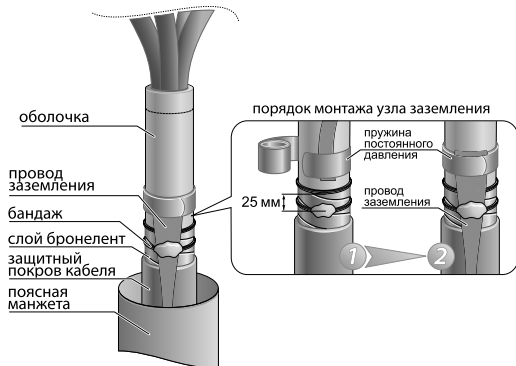

Рис. 1. Комбинированная система заземления
- 3.2 Для **3/4КВНТп-1**: расположить провод заземления вдоль оболочки так, чтобы его подготовленный (распущенный) конец был направлен к срезу бронелент. Прижать провод заземления одним витком пружины так, чтобы нижний край пружины находился на расстоянии не более 10 мм от среза бронелент. Перегнуть провод заземления в обратном направлении и произвести намотку пружины поверх провода заземления до конца (рис. 1). Для муфт **3/4КВНТп-1 (пайка)**: расположить провод заземления таким образом, чтобы подготовленный (распущенный) конец был направлен к срезу металлической оболочки (рис. 2);